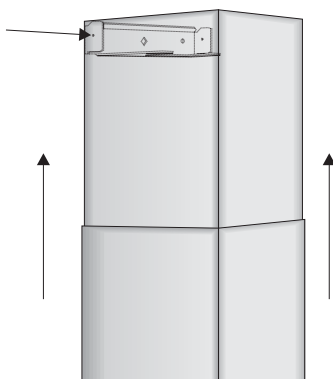

Fig. 11
- Den oberen Teleskopkanal bis auf die gewünschte Höhe anheben und mithilfe der beiden beiliegenden Schrauben M3,9x9,5 am Bügel befestigen (Abb.11).
- Raise the upper telescopic stack to the height desired and fix it by means of the two M3.9 x 9.5 screws included in the supply (Fig. 11).
- Soulever la cheminée télescopique supérieure vers le haut, jusqu'à la hauteur souhaitée et la fixer à la bride en utilisant les deux vis en dotation M3,9 x 9,5 (Fig.11).
- Sollevare verso l'alto, fino all'altezza desiderata, il camino telescopico superiore e fissarlo alla staffa utilizzando le due viti in dotazione M3,9 x 9,5 (Fig.11).
- Løft den øverste teleskopiske skorsten til den ønskede højde, og fastgør den til beslaget ved hjælp af de to medfølgende skruer M3,9 x 9,5 (Fig. 11)
- Til de bovenste telescopische schouw naar boven toe, tot de gewenste hoogte, en bevestig deze aan de beugel door middel van de meegeleverde schroeven M3,9x9,5 (fig.11).